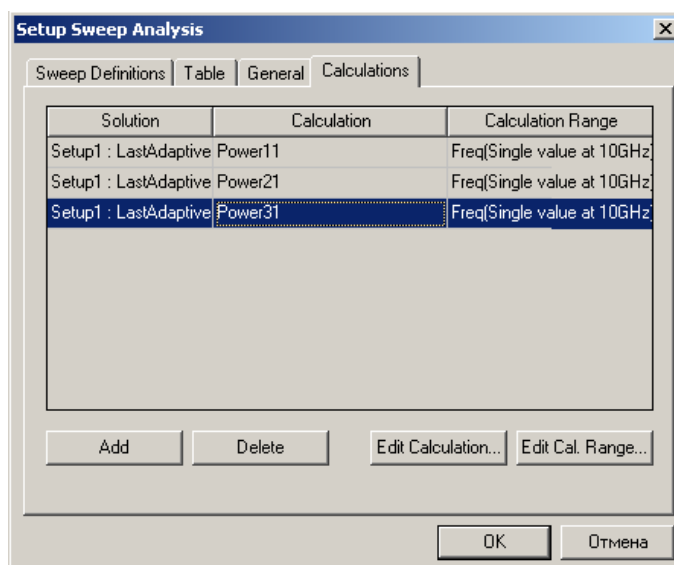

Рис. 7.6. Перечисленные переменные *Power11*, *Power 21* и *Power31* в закладке *Calculations*
1. В закладке **Calculations**, нажмите кнопку **Add** (рис. 7.6).